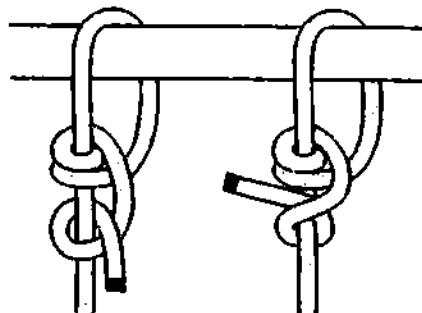

Рис. 537. *Двойной штык.*
*Двойной штык и регулируемый затягивающийся узел* – два очень хороших узла (рис. 537, 538). Дополнительный шлаг повышает безопасность узлов, однако несколько увеличивает время на завязывание. *Двойной штык, перевёрнутый штык и регулируемый затягивающийся узел* являются не только отличными штыками (узлами для крепления троса к опоре), но и неплохими регулируемыми петлями (стр. 377).